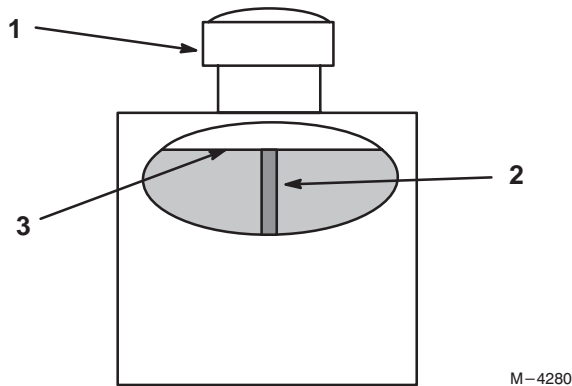

Abbildung 40
2. Den Bereich um den Einfüllstutzen des Hydrauliktanks herum reinigen (Abb. 40).
3. Den Deckel vom Einfüllstutzen abnehmen. In den Behälter sehen, um festzustellen, ob Flüssigkeit vorhanden ist (Abb. 40).
Hinweis: Die Flüssigkeit sollte bis zur Oberseite des Ablenkblechs reichen, wenn sie warm ist (Abb. 40).